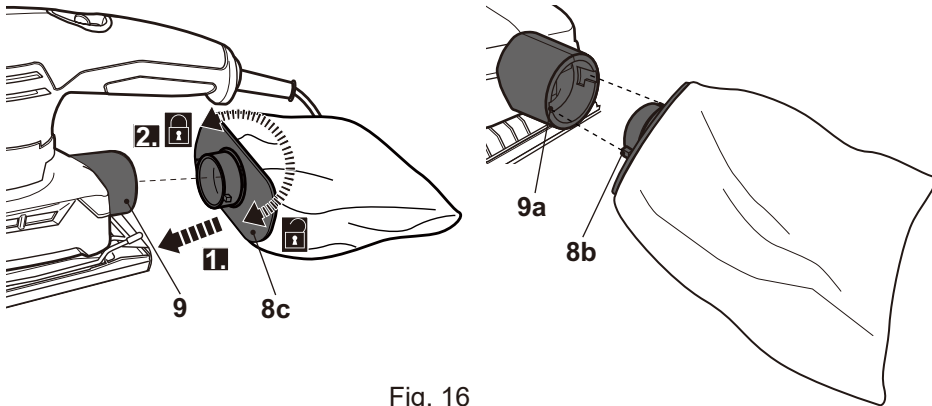

Fig. 16
- > Alinee las lengüetas (8b) con las ranuras (9a) e inserte el conector de la bolsa de recogida de polvo (8c) en la salida de extracción del polvo (9) hasta el fondo (Fig. 16, paso 1).
- > Gire el conector (8c) en sentido horario para fijarlo en posición (Fig. 16, paso 2).
- > Gire el conector (8c) en sentido antihorario para retirar el conjunto de la bolsa de recogida de polvo (8).